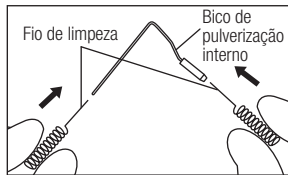

Fig. 13
- 1) Limpe internamente o bico de pulverização interno e/ou o bico de pulverização externo utilizando fio de limpeza. (Fig. 13,14)